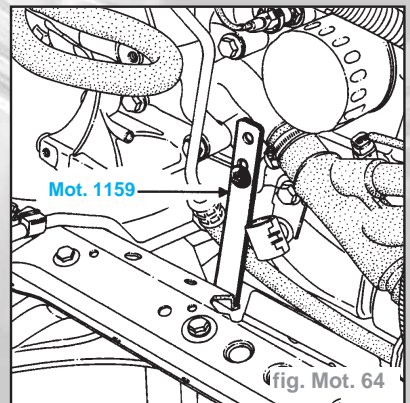

fig. Mot. 64
- Monter la patte de l'outil **Mot. 1159** sous la pompe à eau (fig. Mot. 64).